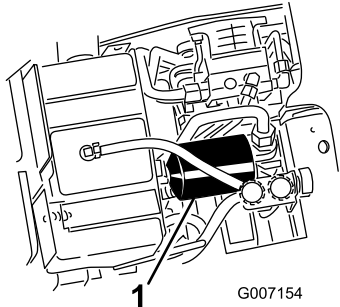

Figura 71
4. Coloque un recipiente debajo del filtro (Figura 71).
5. Retire el filtro usado (Figura 71) y limpie con un paño la superficie de la junta del adaptador del filtro.
7. Instale el filtro hidráulico nuevo en el adaptador del filtro (Figura 71). Apriete el filtro en el sentido de las agujas del reloj hasta que la junta de goma entre en contacto con el adaptador del filtro, luego apriete el filtro tres cuartos de vuelta más.